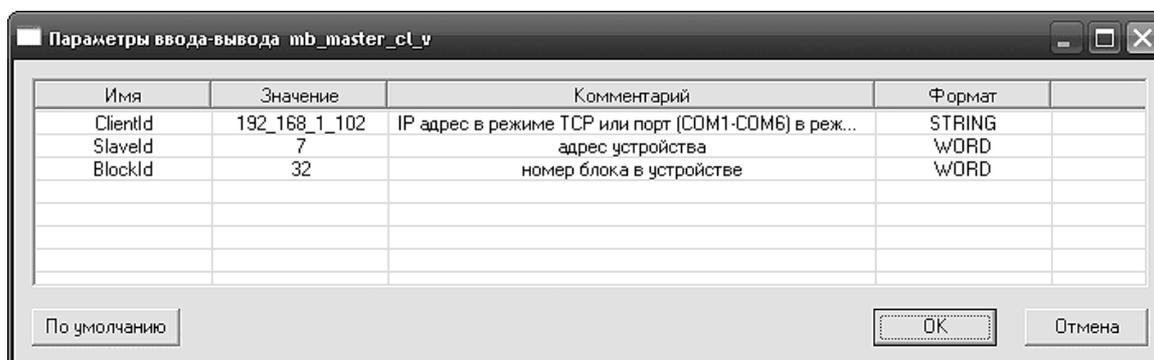

Рисунок 5.2 – Определение параметров комплексных (сложных) драйверов MB_MASTER_*
- параметры *ClientId*, *SlaveId*, *BlockId* для комплексных (сложных) драйверов MB_MASTER_* (см. рисунок 5.2), определяющие соответственно: